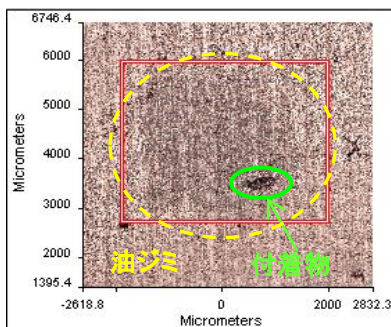

図1. 可視イメージ
- \* 可視イメージからは鋼板上に油シミと付着物が見られました(図1)。